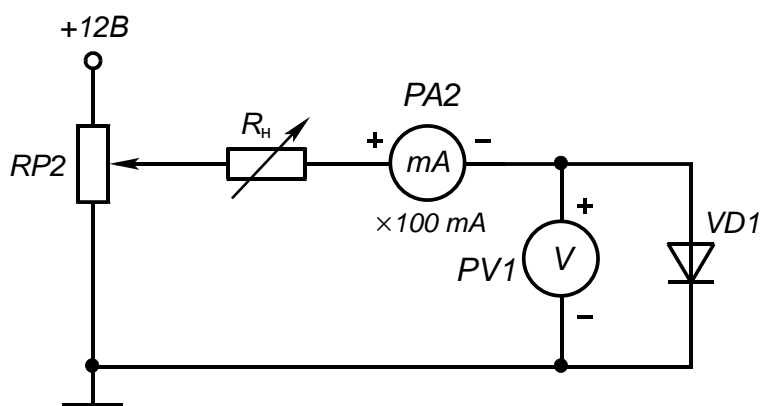
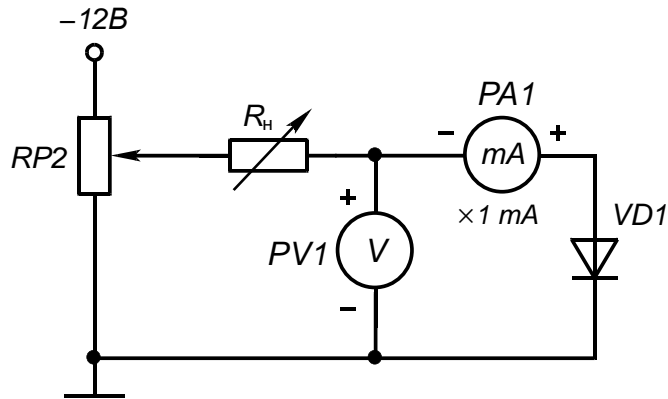

Рис. 4.1
Рис. 4.2
а) собрать схему для исследования выпрямительного диода на постоянном токе в соответствии с принципиальной схемой рис. 4.1. Для измерения анодного тока включить миллиамперметр постоянного тока с пределом 100 мА. Для измерения анодного напряжения использовать встроенный мультиметр. Последовательно с диодом включить токоограничивающий резистор R_H , предварительно установив его ручку в крайнее левое положение.
Снять вольтамперную характеристику выпрямительного диода на постоянном токе для прямой ветви (рис. 4.1); для снятия характеристик регулировать напряжение на выходе потенциометра $RP2$; результаты измерений занести в таблицу, по которой построить прямую ветвь ВАХ (10-15 точек);
б) собрать схему для снятия обратной ветви ВАХ $VD1$, подключив к $RP2$ источник питания $-12В$ и заменив миллиамперметр, поменяв также его полярность подключения (рис. 4.2); снять обратную ветвь ВАХ диода;
Выполнить пункты 4.1, а,в для диода Шоттки, используя схему на рис. 4.1. ВАХ построить на том же рисунке, что и в п.4.1. Сравнить ВАХ и параметры диода Шоттки с параметрами и ВАХ обычного выпрямительного диода.
Собрать схему для исследования прямой ветви ВАХ светодиода на постоянном токе подобно рис. 4.1, заменив $VD1$ на $VD3$, и подключив в качестве токоограничивающего резистора $R_6 = 1$ кОм; снять ВАХ и построить ее на том же рисунке что и в п.4.1. Определить ток, при котором становится заметным свечение.
5.11. Как снять по точкам ВАХ диода? Почему на схемах рис. 4.1 и рис. 4.2 по-разному включены измерительные приборы?